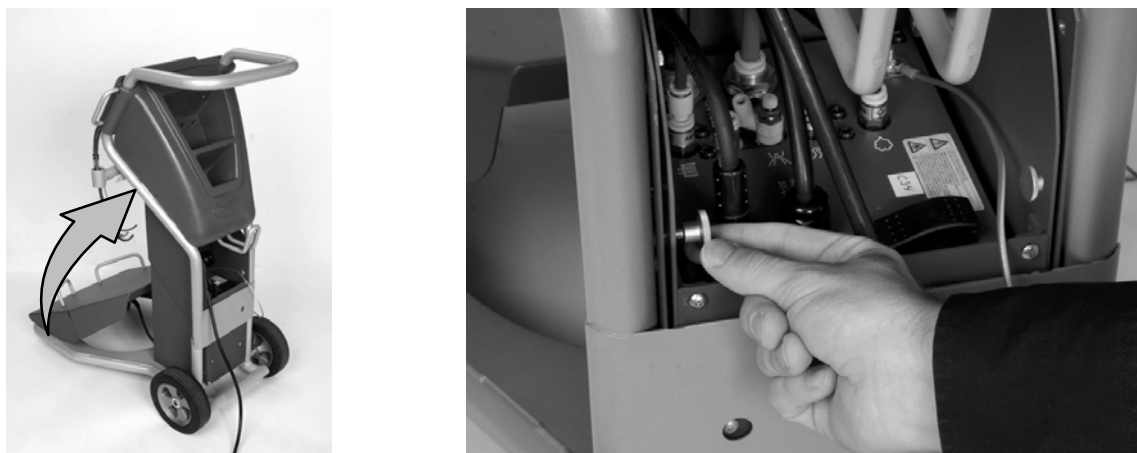

Fig. 2-5 Dépliage de la poignée du chariot et blocage de celle-ci dans sa position
2. Voir la figure 2-5. Tirer la poignée vers le haut pour la déplier.